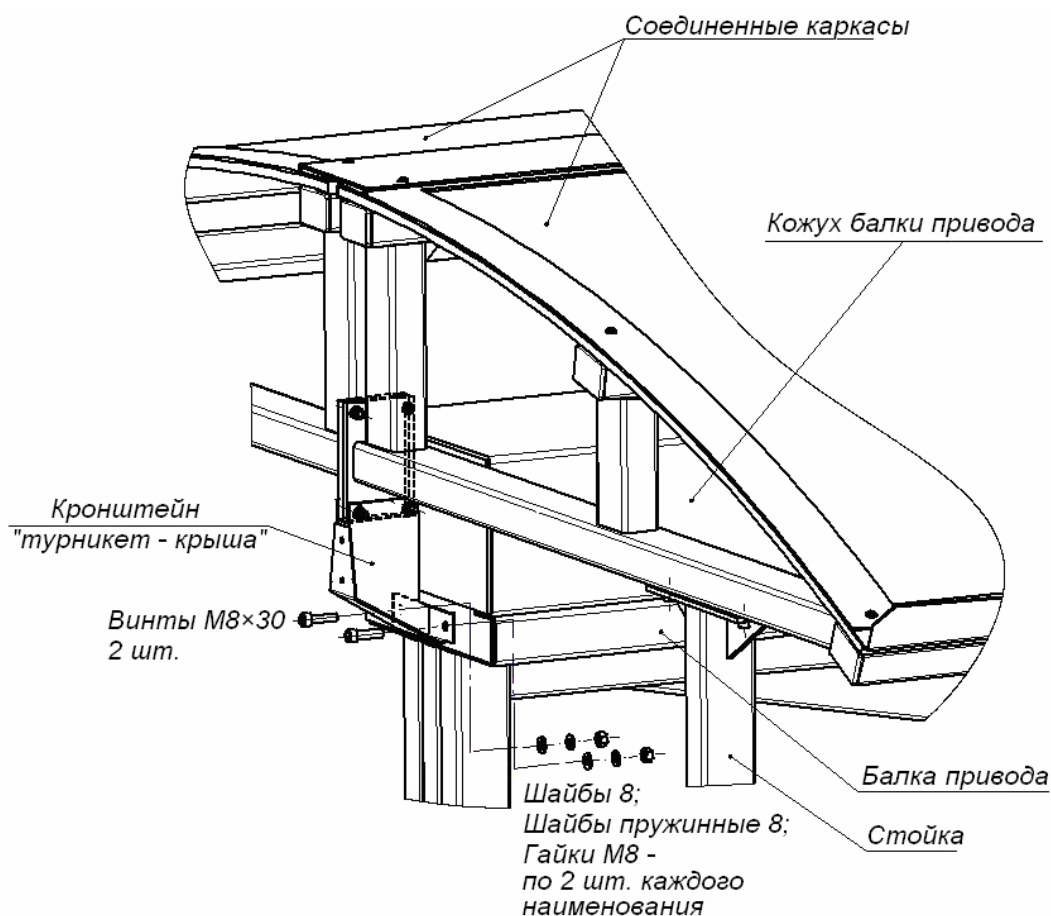

Рисунок 9 Схема крепления кронштейна «турникет-крыша» к фланцам соединительным (6) крыши и балке привода турникета
8.3.16.3 Установите кронштейн на фланцы на место вывернутых винтов и закрепите его указанными винтами с гайками и шайбами (см. рис. 9);